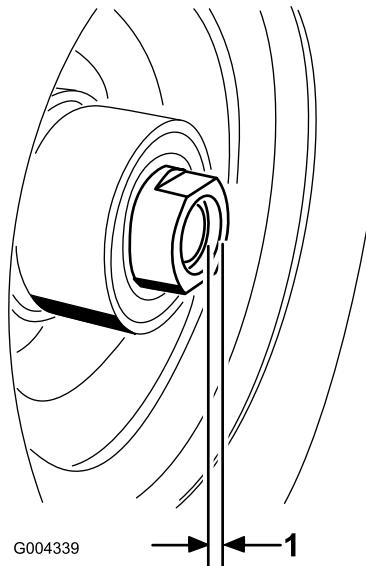

Figure 29
11. Si les deux écrous-entretoises ont été retirés, appliquez du frein-filet sur leur filetage. Vissez les écrous-entretoises sur l'essieu en les faisant dépasser de 3 mm (1/8") au bout de l'essieu (Figure 29).
16. Serrez l'écrou-entretoise à 8-9 Nm (75-80 po-lb), puis desserrez-le et resserrez-le à 2-3 Nm (20-25 po-lb). Attention à ne pas faire dépasser l'essieu de l'écrou (Figure 29).